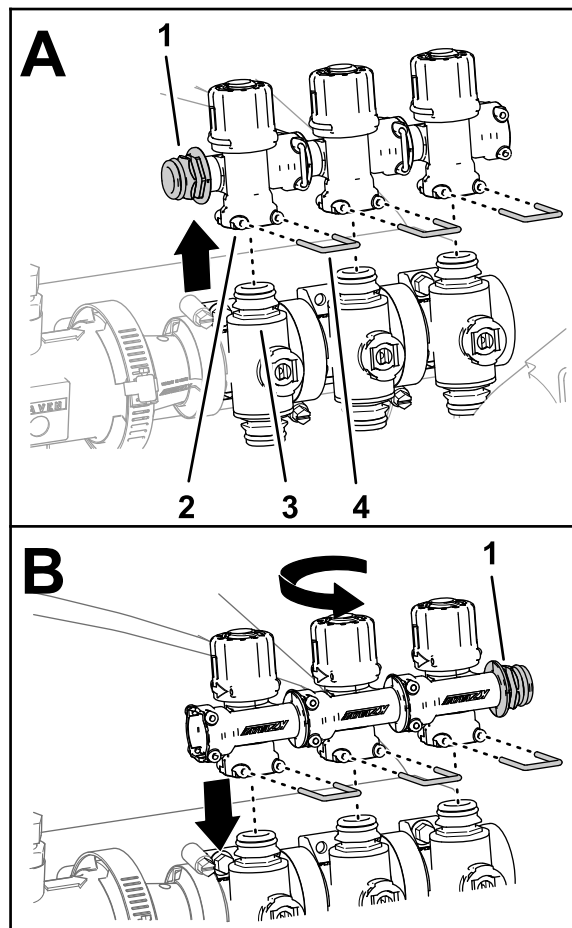

Рисунок 64
4. Снимите 3 держателя, которые крепят 3 перепускных клапана к клапанам левой, средней и правой секций (Рисунок 64).
5. Поднимите перепускные клапаны с клапанов секций (Рисунок 64).
6. Поверните перепускные клапаны на 180° и установите их на быстроразъемные штуцеры клапанов секций (Рисунок 64).
7. Закрепите 3 перепускных клапана на клапанах секций с помощью 3 держателей, снятых при выполнении пункта 4 (Рисунок 64).